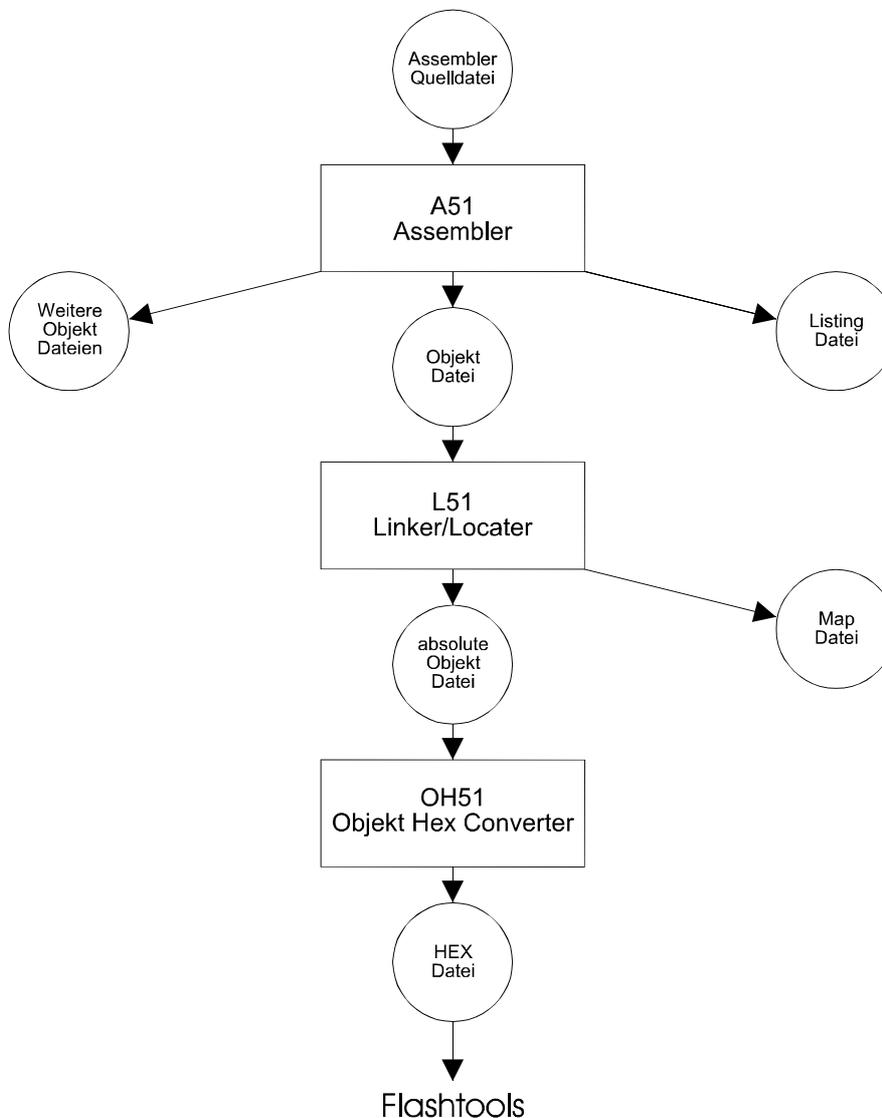

Abbildung 7 Programmerstellung für den 80C517A
Der Programmcode, der sich in der Objektdatei befindet, wird in Hexadezimalwerte konvertiert und im Intel-HEX-Dateiformat ausgegeben. Die HEX-Datei kann von EPROM-Programmiergeräten oder von den im Praktikum verwendeten Flashtools in den Speicher des Mikrocontrollers geschrieben werden. Abbildung 7 zeigt den Ablauf der Quellcode-Erstellung.
- Compilieren und Linken Sie das Projekt mit „Project|Build all“. Proview erstellt die Zwischencode-Dateien (.obj) und die Listingdateien (.lst) nach Abbildung 7. Die benötigte Datei im Intel-Hex-Format wird automatisch miterzeugt. Ein Message-Fenster gibt Auskunft über den Compilier- und Linkprozeß.